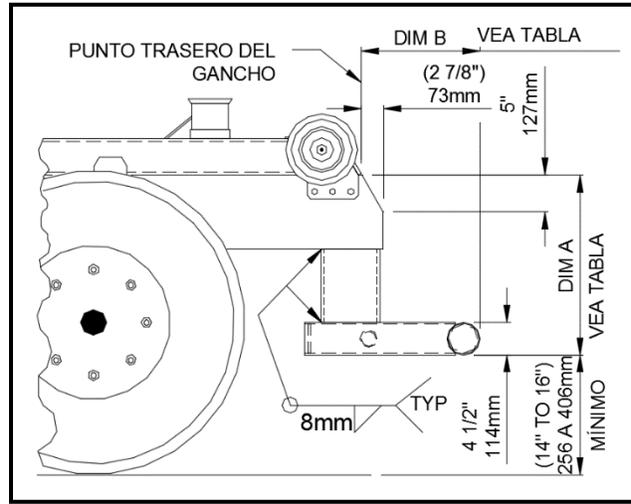
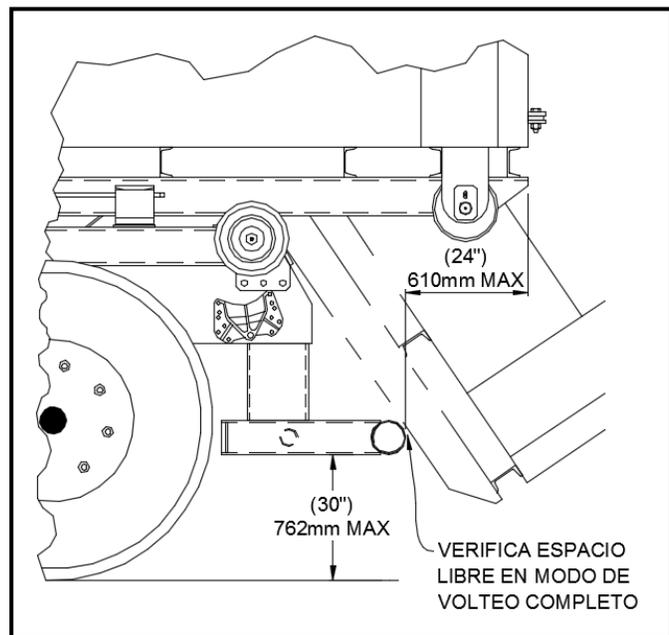

Figura 1
Figura 2
2. Corta el chasis del camión a las dimensiones indicadas (Vea Figura 1). Estas dimensiones facilitan que el montaje de la assembly de las luces traseras.
3. Mide la distancia del fondo del riel de chasis al suelo (NOTA: debe de realizar esta medición sobre superficie plano). Basado en esta medida y las dimensiones en figura 1, el soporte vertical (N Pt: 63H94) se puede modificar en su longitud para cumplir con las regulaciones del OMCS (Office of Motor Carrier Safety). La regulación 393.86 (de OMCS, Office of Motor Carrier Safety) requiere que ningún parachoques puede colocar más que 30 pulgadas (762 mm) cuando el camión este vacío, y la terminación del parachoques no debe quedar más que 24 pulgadas (610 mm) del trasero extremo del vehículo, inclusive la carrocería (Vea Figura 2). Al determinar la longitud de los soportes verticales, suéldalos al bastidor del camión. (Vea notas adicionales en la próxima página).
4. Centra el parachoques {N Pt: 52H12} sobre los soportes verticales {63H94}. Coloca el parachoques trasero desde el trasero del bastidor del gancho según la tabla de localización. Esta es muy importante para asegurar que los bastidores de soporte de los contenedores no golpean con el parachoques durante el ciclo de volteo (Vea Figura 1 & 2).